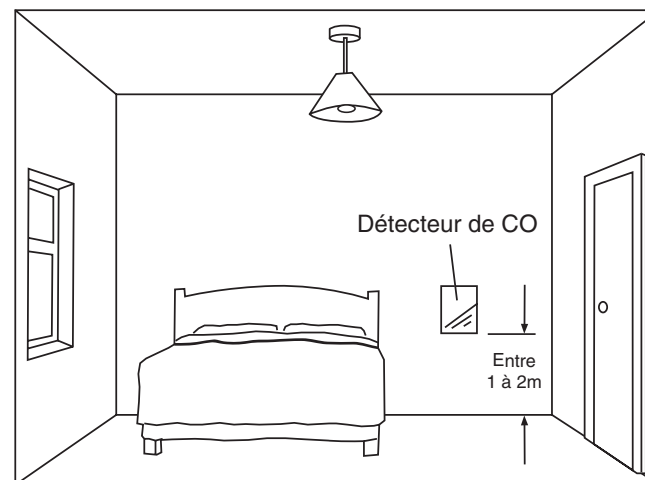

Figure 4. Emplacement dans les chambres et autres pièces éloignées d'appareil de combustion (c.-à-d. au niveau de respiration)
4.32 Si vous installez le détecteur de CO dans une chambre ou dans des pièces éloignées de l'appareil de combustion (voir figure 4)